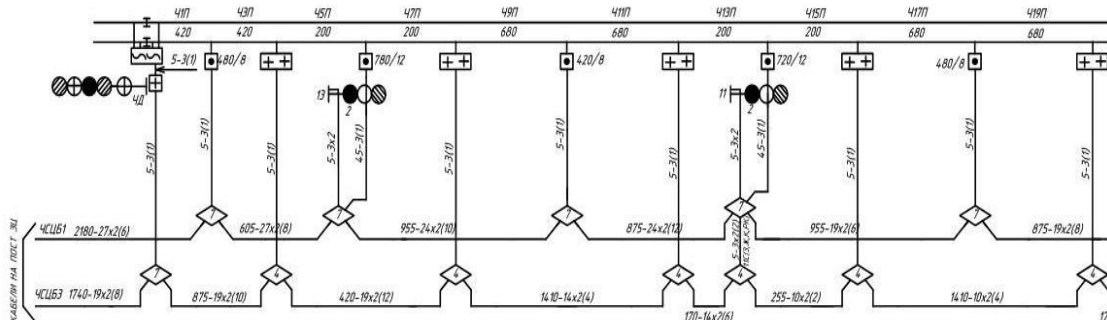

Рисунок 11 – Фрагмент путевого плана перегона
14. Дан фрагмент путевого плана перегона с рельсовыми цепями тональной частоты (Рис. 11). Определить номиналы несущих и модулирующих частот, а также объяснить их выбор;